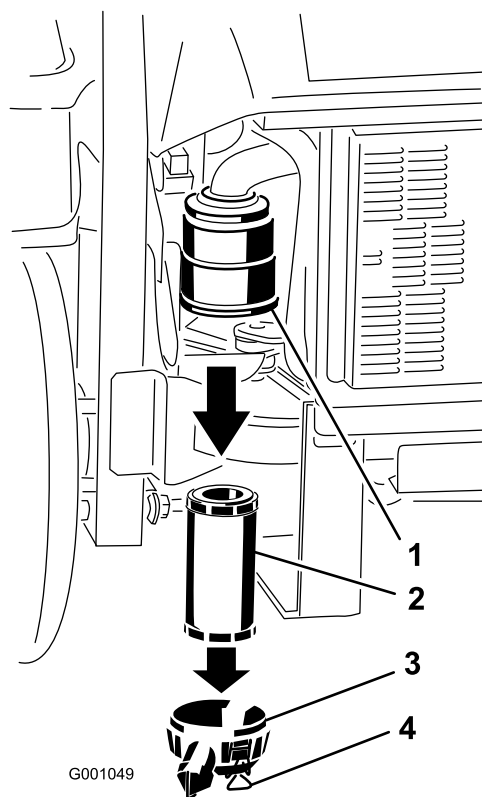

Figure 35
3. Ouvrez les verrous du filtre à air et séparez le couvercle du boîtier du filtre (Figure 35).
5. Sortez l'élément filtrant du boîtier du filtre avec précaution (Figure 35). Évitez de cogner l'élément à l'intérieur du boîtier.